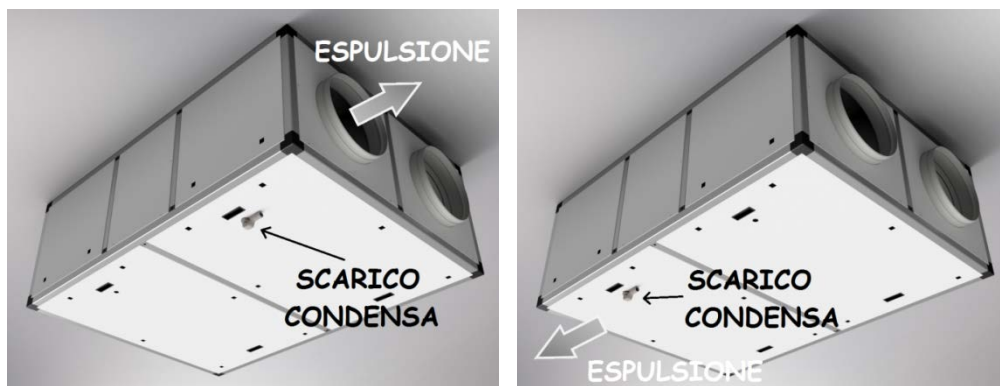

Figura 2 - Posizione scarico condensa nella versione orizzontale a soffitto (configurazione Hx)
- Installare il kit di scarico condensa, fornito a corredo, sul coperchio dell'unità: togliere i tappi neri, inserire il tubo filettato dall'interno e avvitare il sifone all'esterno. Sul coperchio sono presenti 2 fori (nel caso di 2 coperchi è presente un foro ciascuno) per adattarsi alle varie configurazioni dei flussi d'aria: il sifone va collocato sul foro lato espulsione aria (vedi paragrafi successivi e Figura 2), lasciando tappato l'altro foro.